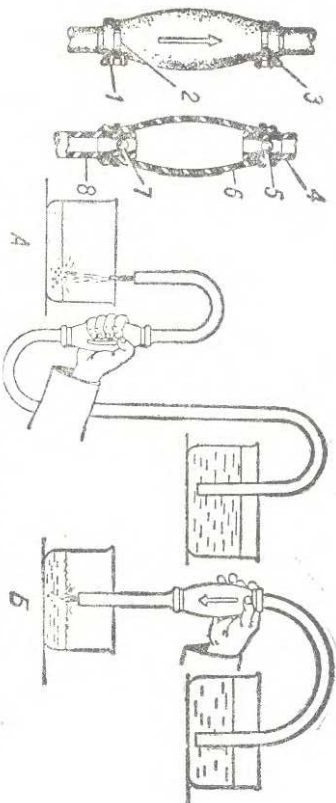

Рис. 53. Насос для переливания бензина:
Для переливания или перекачивания бензина с помощью насоса (рис. 53) следует:
2. Привести насос в действие нажатием баллона рукой и отпусканьем (рис. 53А).
3. Как только бензин потечет, перевернуть баллон острием стрелки вниз. Нажатием на баллон прекратить, и бензин потечет самотеком (рис. 53Б).